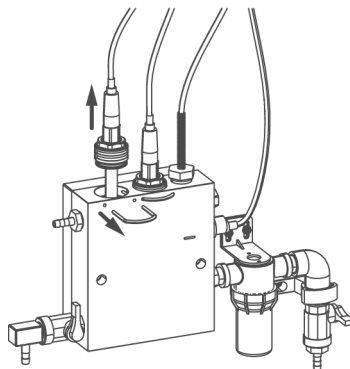

Abb. H-3: pH- und Redox-Elektrode CPR-tronic 02 family
3. Ziehen Sie die Steckklammern der Elektrodenaufnahme (siehe Abb. H-3).
4. Heben Sie die Elektrodenaufnahme mit den Elektroden mit Hilfe eines Schraubenziehers aus der Durchflussarmatur heraus (siehe Abb. H-3).